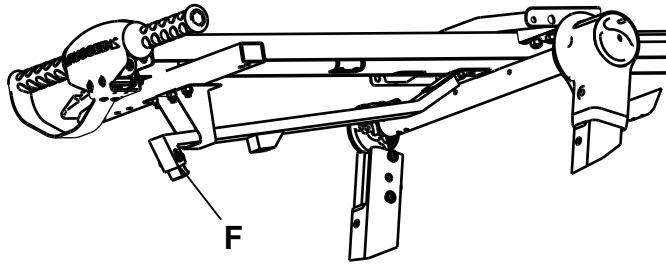

Abbildung 12 – Einstellung der Hakenspitze
2. Das Entladen der Trage aus einem Fahrzeug testen, um sicherzustellen, dass sich Sicherheitshaken und Fangplatte verbinden. Mithilfe eines M5-Inbusschlüssels die Hakenspitze (F) nach Bedarf verstellen, um sicherzustellen, dass sich Sicherheitshaken und Fangplatte beim Entladen verbinden (Abbildung 12).